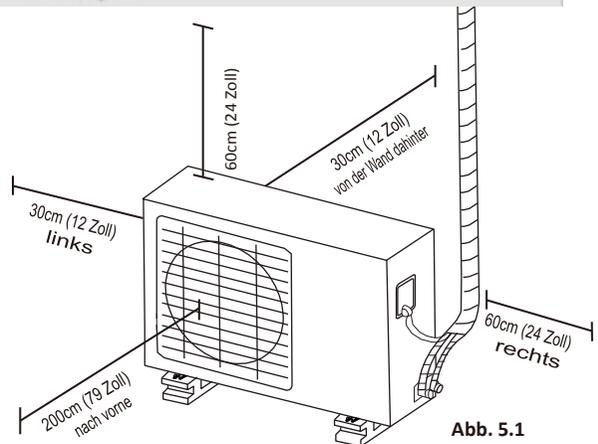

Abb. 5.1
- erfüllt alle Platzanforderungen wie gezeigt in den Installationsplatzanforderungen ( **Abb. 5.1** )